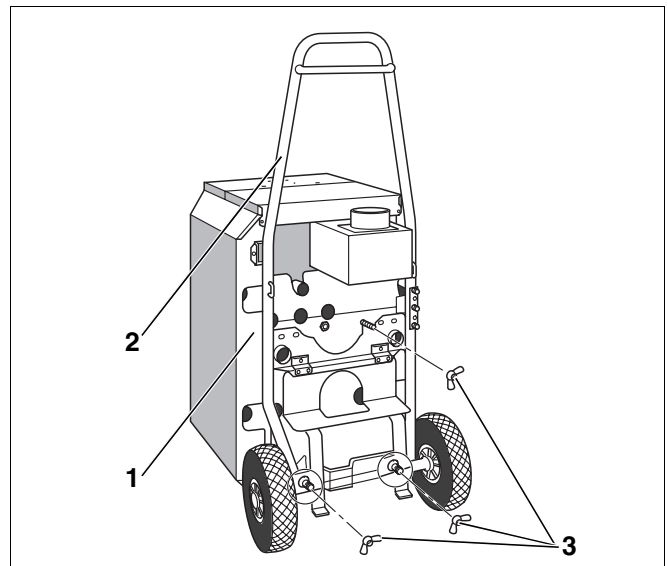

Abb. 6 Heizkessel am Kesselkuli sichern
- Kesselkuli (Abb. 6, **Pos. 2**) an die Rückseite des Heizkessels (Abb. 6, **Pos. 1**) stellen.
- Kesselkuli (Abb. 6, **Pos. 2**) mit drei Flügelmuttern (Abb. 6, **Pos. 3**) an der Rückseite des Heizkessels (Abb. 6, **Pos. 1**) sichern.